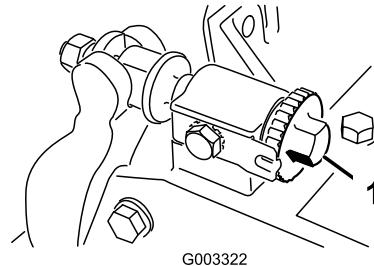
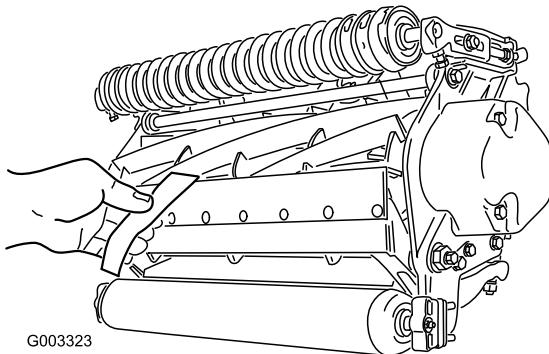

Figura 8
Figura 9
1. Coloque a máquina numa superfície de trabalho plana e nivelada. Não deixe que haja contacto com o cilindro, rodando os parafusos de ajuste da barra de apoio no sentido contrário ao dos ponteiros do relógio (Figura 8).
3. Numa das extremidades do cilindro, introduza uma tira de jornal entre o cilindro e a lâmina de corte (Figura 9). Enquanto roda ligeiramente o cilindro para a frente, rode o parafuso de ajuste da barra de apoio (Figura 8) no sentido dos ponteiros do relógio na mesma extremidade do cilindro, uma posição de cada vez, até que o papel esteja ligeiramente apertado, quando inserido pela parte dianteira, paralela à lâmina de corte. Quando puxar o papel, sentirá uma ligeira pressão.
- Depois de ajustar, verifique se o cilindro aperta o papel quando este for inserido pela frente e se corta o papel quando este for inserido num ângulo recto, relativamente à lâmina de corte (Figura 9). Deve ser possível cortar o papel ao mínimo contacto com a lâmina de corte e as lâminas do cilindro. Se for evidente contacto/pressão excessivos será necessário voltar a polir a unidade de corte para obter pontas afiadas, imprescindíveis para um corte de precisão (consulte o manual de afinação de cilindros e cortadores rotativos Toro, Formulário N° 80-300PT).